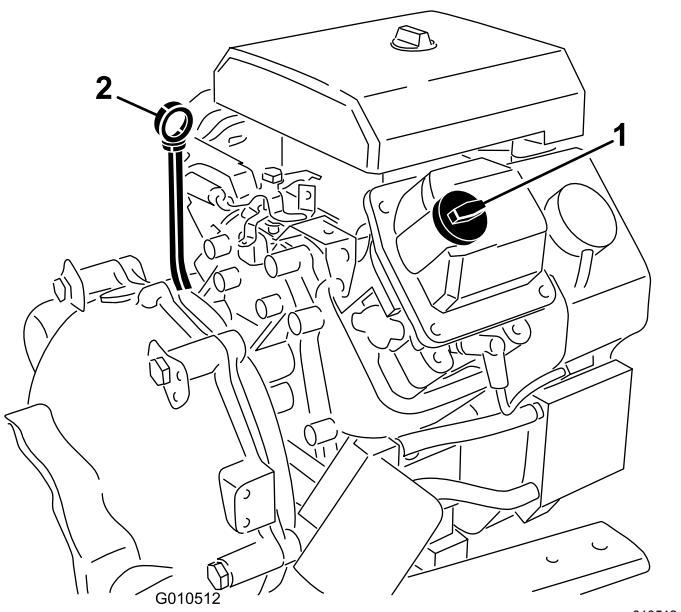

Figura 32
7. Si el nivel de aceite es bajo, retire el tapón de llenado (Figura 32) y añada suficiente aceite para elevar el nivel a la marca Lleno de la varilla.